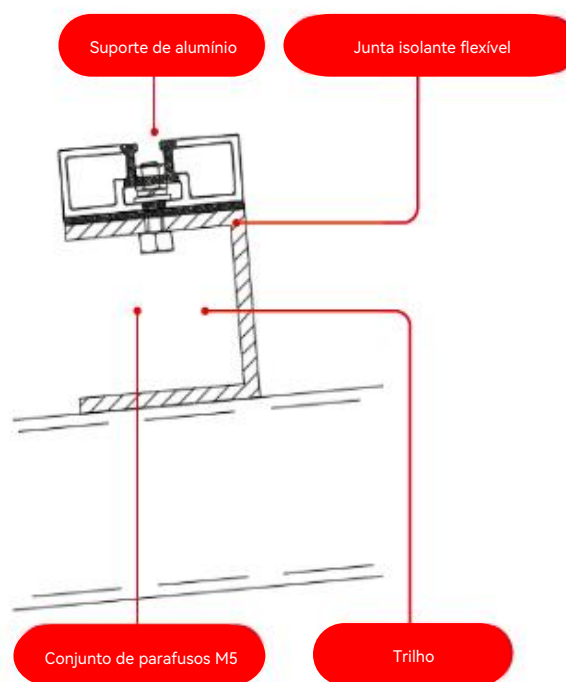

Figura 4
- 20 Método de instalação 2: quando o trilho for uma estrutura de aço aberta com espessura inferior a 3 mm, use um conjunto de parafusos M5 para fixar o suporte no trilho. (A porca deve ser instalada no lado abaixo do trilho, caso contrário, ela atrapalhará a instalação subsequente). Use uma junta isolante para isolar o suporte do trilho (Figura 4). Quando o trilho for uma estrutura de aço aberta com espessura superior a 3 mm, use parafusos hexagonais (ST4.8) ou parafusos M5 para fixar o suporte no trilho e use uma junta isolante para isolar o suporte do trilho.